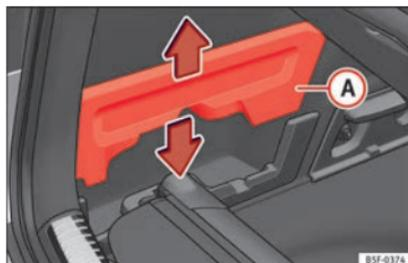

Fig. 122 En el maletero: alojamiento para guardar la bandeja portaobjetos.
- Extraiga las tapas » fig. 122 A izquierda y derecha.